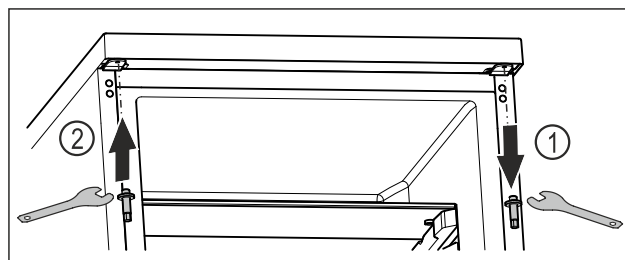

Fig. 22
- ▶ Odvrnite gornji svornjak s pomoću vanjskog šesterostranog ključa. Fig. 22 (1)
- ▶ Pritegnite svornjak na suprotnoj strani s pomoću vanjskog šesterostranog ključa. Fig. 22 (2)